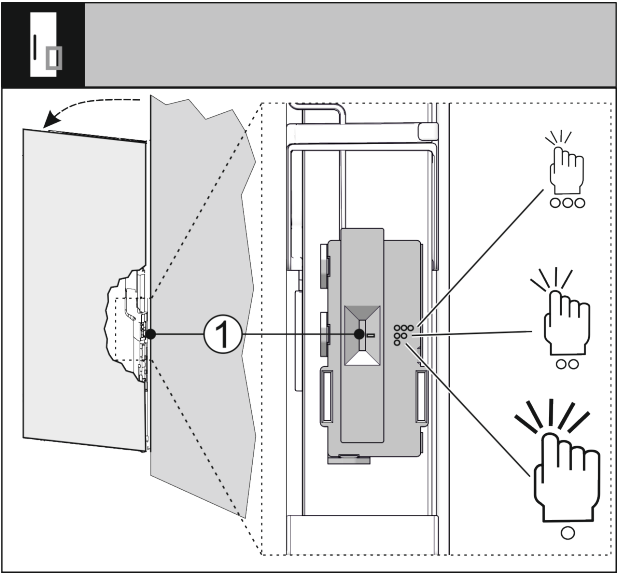

Fig. 32
Si può regolare la sensibilità del sensore di battito in testa mediante un interruttore Fig. 32 (1). L'interruttore è, lato cerniera, sulla terza sezione inferiore della porta.
- Spostare l'interruttore Fig. 32 (1) nella posizione dell'interruttore desiderata.